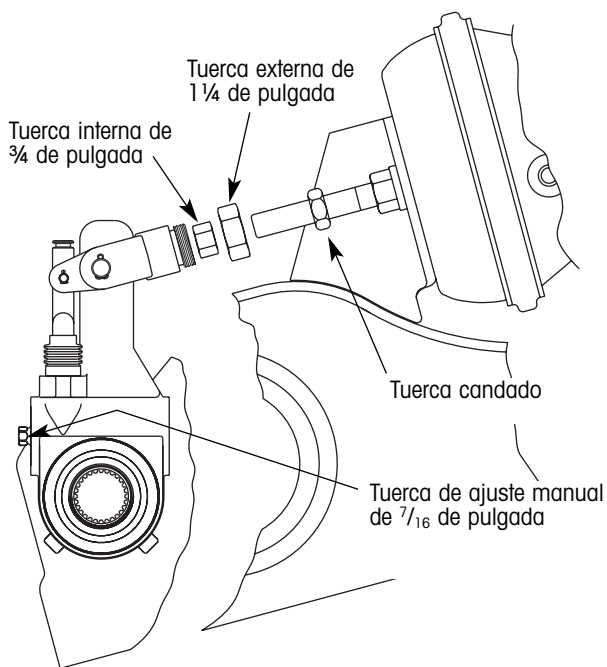

Figura 39. Instalando la tornillería para el collar Gunité
1. Coloque la tuerca externa de 1 ¼ de pulgada en la varilla de empuje y deslícela contra la tuerca candado de la varilla de empuje (figura 39). La tuerca candado de la varilla de empuje es siministrada con la cámara de frenos y debe estar ya instalada.
2. Aplique compuesto anticorrosivo a la cuerda de la varilla de empuje y rosque la tuerca interna de ¾ de pulgada en la varilla de empuje (figura 39).